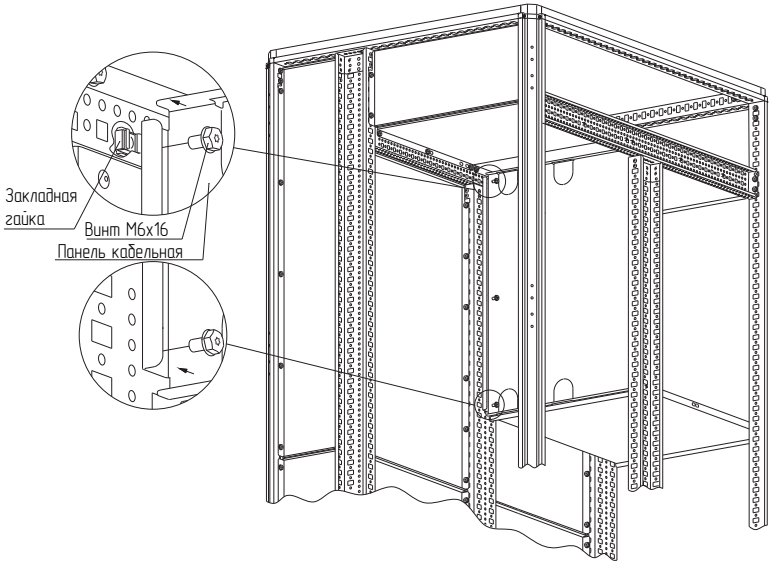

Рисунок 61
– вариант 1. Набором «закладная гайка М6 – винт М6×16 – шайба 6». Установить закладные гайки в квадратные отверстия реек монтажных (рисунок 61) и стоек каркаса в местах, соответствующих высоте панели кабельной. Закрепить панель винтами М6×12 с шайбой 6. Момент затяжки – 7 Н·м. Набор крепежа приобрести отдельно;